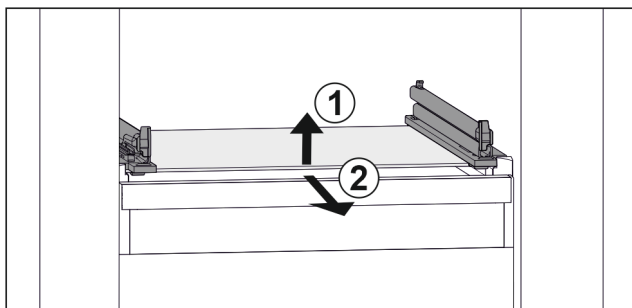

Fig. 46 Stiklinės lentynėlės atvaizdo pavyzdys
- Pakelkite stiklinę lentynėlę priekyje. Fig. 46 (1)
- Išimkite stiklinę lentynėlę į priekį. Fig. 46 (2)